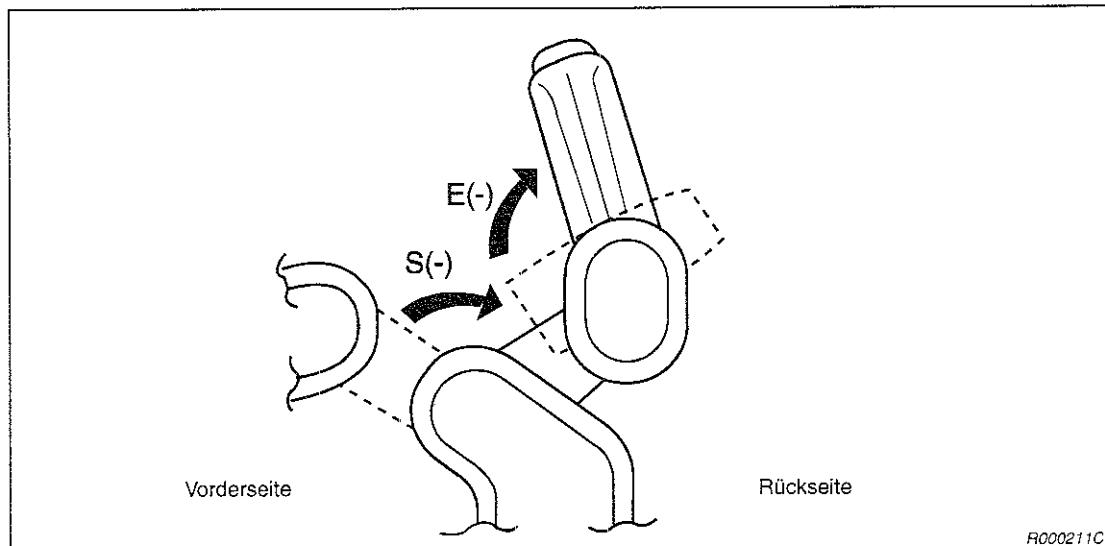

Abb. 3-11: Einstellen der Grundposition für Schulter und Ellbogen
- ① Betätigen Sie die Taste [0] und dann die Taste [1]. Die „1“ erscheint an der zweiten Stelle (Schulterachse) der Funktion „Bremse Lösen“.
- ② Prüfen Sie, ob der zweite Eintrag wirklich „1“ ist.
- ③ Siehe Punkt 3, Seite 3-10
- ④ Unterstützen Sie den Oberarm des Roboters sofort nach Lösen der Bremse.
- ⑤ Bewegen Sie das Schultergelenk langsam mit beiden Händen in die negative Richtung (minus) bis zum Anschlag (siehe Abb. 3-11). Da die Bremse nach 15 Sekunden wieder einfällt, können Sie sie wieder, wie in Punkt ③ beschrieben, lösen.
- ① Betätigen Sie zweimal die Taste [0] und dann die Taste [1]. Die „1“ erscheint an der dritten Stelle (Ellbogenachse) der Funktion „Bremse Lösen“.
- ② Prüfen Sie, ob der dritte Eintrag wirklich „1“ ist.
- ④ Unterstützen Sie den Ellbogen des Roboters sofort nach Lösen der Bremse.
- ⑤ Bewegen Sie das Ellbogengelenk langsam mit beiden Händen in die negative Richtung (minus) bis zum Anschlag (siehe Abb. 3-11). Da die Bremse nach 15 Sekunden wieder einfällt, können Sie sie erneut, wie in Punkt ③ beschrieben, lösen.